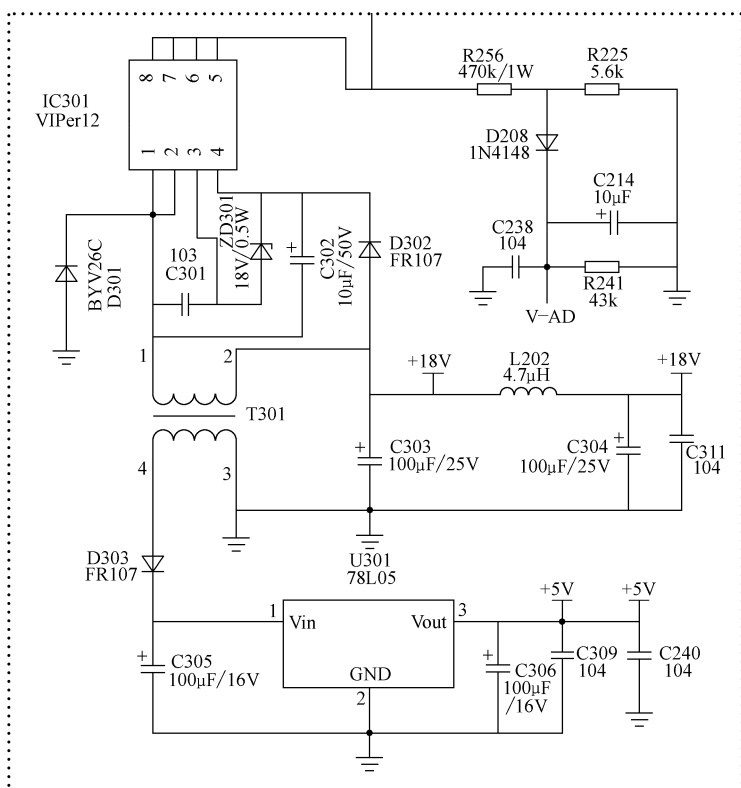

图 4-123 苏泊尔品牌 C19S01 型电磁炉开关电源电路截图
**维修笔记** 苏泊尔品牌 C19S01 型电磁炉开关电源电路截图如图 4-123 所示。